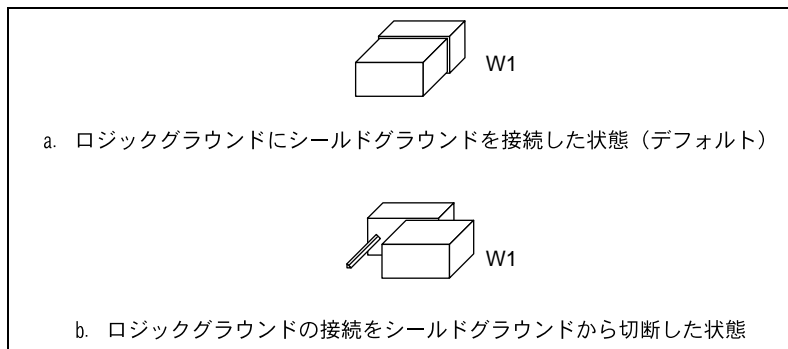

図 5. GPIO-PCII/IIA のグラウンド設定ジャンパの設定
2. このジャンパを取り外し、下の図 5 に示されているように、1 本のジャンパピンだけを覆うように差し込みます。